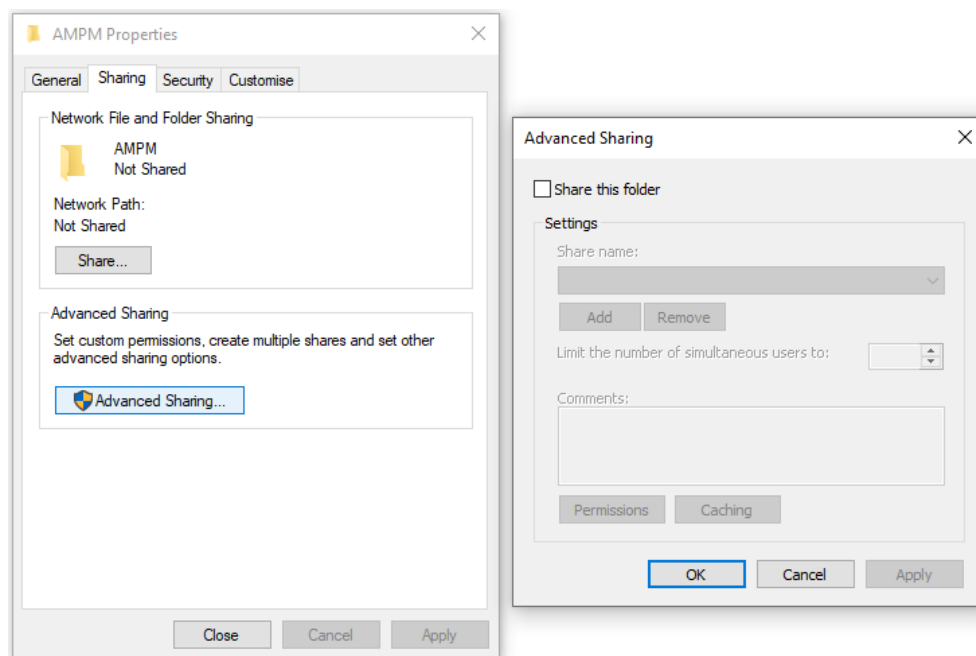

Figura 44 Dati AMPM, e fare clic su Proprietà con il pulsante destro del mouse
1. Aprire la cartella con i dati AMPM e con il pulsante destro del mouse fare clic e selezionare “Proprietà”. Selezionare la scheda “Condivisione” e selezionare “Condivisione avanzata” (vedere Figura 44).